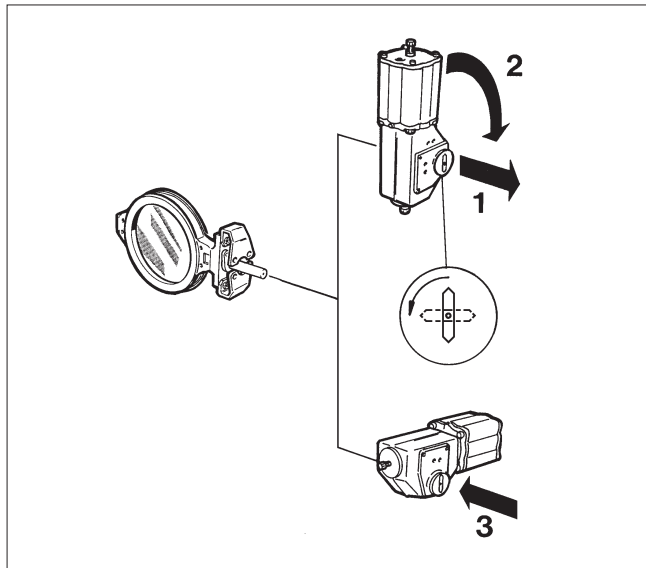

Bild 19 Ändring av monteringsläget
- Lossa manöverdonet med en lämplig utdragare. Rätt verktyg kan beställas från tillverkaren (se bild 19).